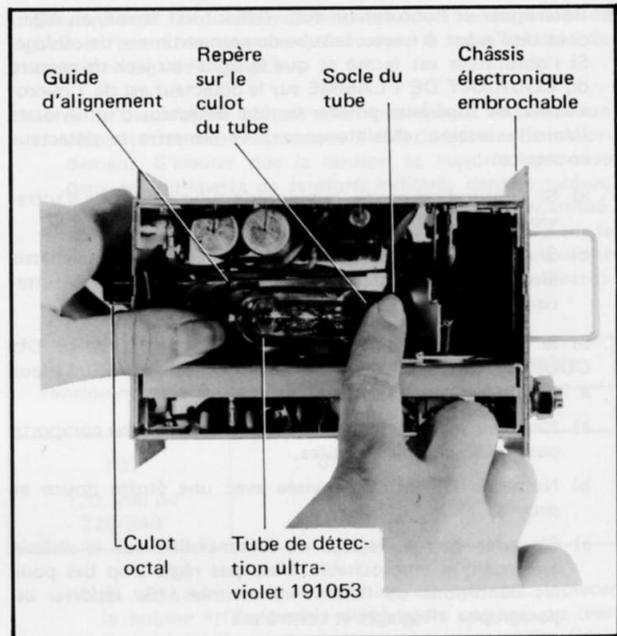

Fig. 15
2. Repérer le tube de détection qui est près de la partie supérieure du châssis (Fig. 15).
6. Dégager doucement du tube de détection, en le repoussant, le guide d'alignement (juste suffisamment pour libérer l'extrémité du tube de détection), et ensuite basculer ce tube à l'extérieur du châssis aussi loin que possible (Fig. 15).